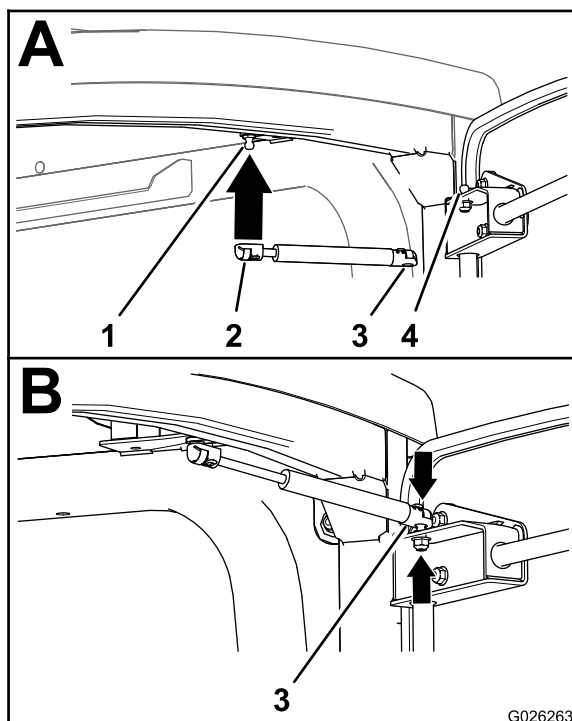

Figura 3
4. Instale o encaixe na extremidade da barra da estrutura da porta no perno de cabeça esférica na estrutura da cabina (Figura 3).
5. Instale o encaixe na extremidade do cilindro da estrutura no perno de cabeça esférica na estrutura da porta (Figura 3).